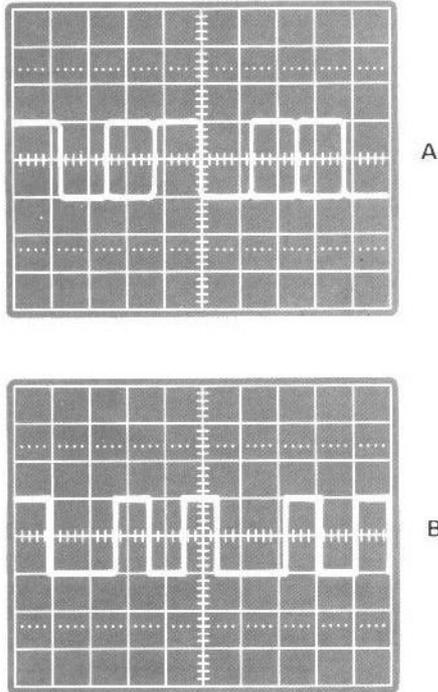

Abb. 7
Bei komplizierten Impulsfolgen kann es unter Umständen zu einer verfälschten Darstellung kommen, falls der Triggereinsatzpunkt nicht streng periodisch mit der Impulsfolge ist. Mit dem Regler »HOLD OFF« ⑨ kann das X-Ablenksystem der Periodendauer einer Impulsfolge derart angepaßt werden, daß sich eine richtige stabile Abbildung ergibt. In Abb. 7 ist dieser Fall veranschaulicht.